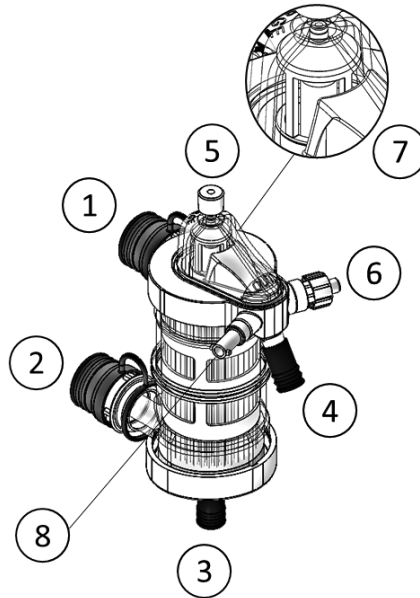

Fig 1.
Het hulpmiddel (Fig.1) is ontworpen om de cardioplegische oplossing te verwarmen/koelen tijdens extracorporale circulatie. Het hulpmiddel is uitgerust met een geïntegreerde bellenvanger (ref.7 Fig.1). Het hulpmiddel is verkrijgbaar in de versies die in Tabel 1 – sectie D zijn vermeld.